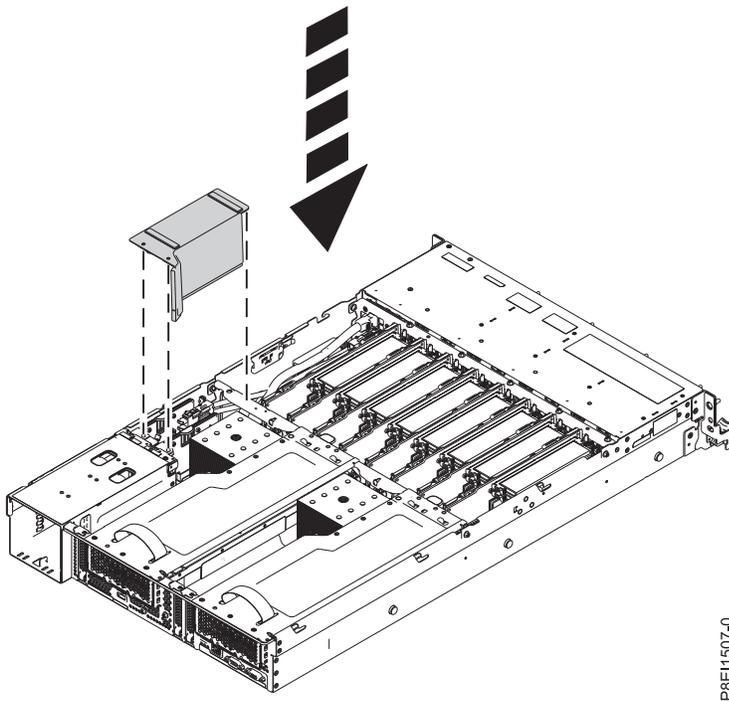

Figure 119. Installation du déflecteur d'air du connecteur de bus d'alimentation
8. Installez le déflecteur d'air du connecteur de bus d'alimentation. Voir figure 119, à la page 115. Assurez-vous que les trous du déflecteur d'air sont alignés sur les broches du système.